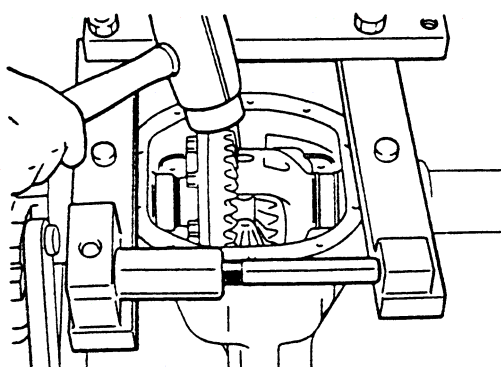

图 4-131 安装差速器总成
(5) 将差速器轴承座装入轴承座内。如图 4-131 所示将差速器总成装入差速器壳内。在安装时必须小心，切勿损伤从动大齿轮及驱动小齿轮齿面。